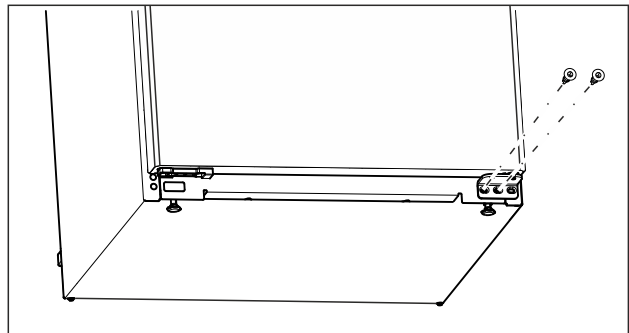

Fig. 10
- Kierrä alemmassa laakerijalustassa keskimäinen ruuvi ulos Torx 20 -ruuvimeisselillä. (katso Fig. 10)
- Kierrä alemmassa laakerijalustassa sisempi ruuvi ulos Torx 20 -ruuvimeisselillä. (katso Fig. 10)